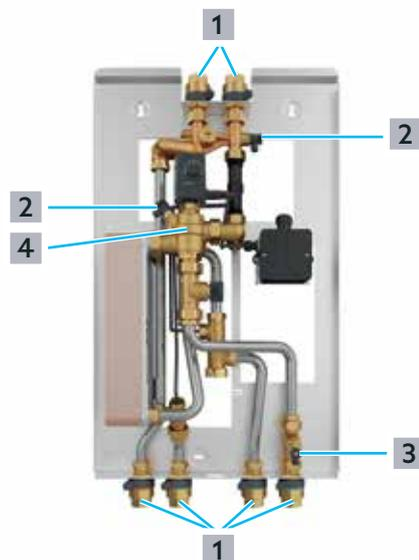

Fig. 16: Réglage des robinets à disque céramique
- Le robinet de zone ( (4) sur la Fig. 16 en page 21) doivent être ouverts.
- Les robinets de purge ((2) sur la Fig. 16 en page 21) et le robinet de vidange ((3 sur la Fig. 16 en page 21) doivent être fermés.